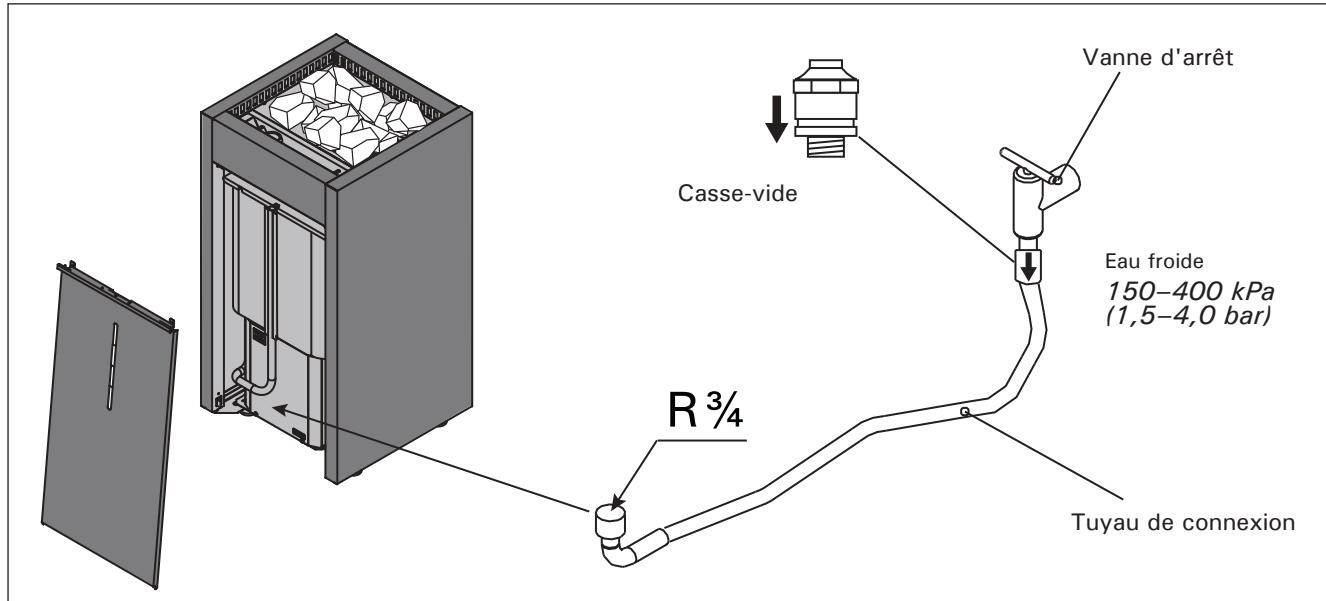

Figure 7. Système automatique de remplissage d'eau
- Voir le schéma de câblage correspondant au modèle de poêle (voir fig. 7, Voir le manuel du centre de contrôle pour obtenir des instructions détaillées sur la connexion du poêle et du centre de contrôle). Le poêle doit être installé de manière permanente en utilisant une conduite hermétique entre le poêle et le mur de la cabine (les marettes
Raccorder le poêle au réseau de distribution de l'eau froide à l'aide d'un tuyau flexible. Le point de raccordement au réseau doit être muni d'un clapet d'arrêt. Voir la figure 7. Le plancher du sauna et/ou de la salle de bain doit être équipé d'un point d'évacuation de l'eau en prévision d'éventuelles ruptures de flexibles ou de fuites d'eau. Suivre les réglementations d'installation locales.